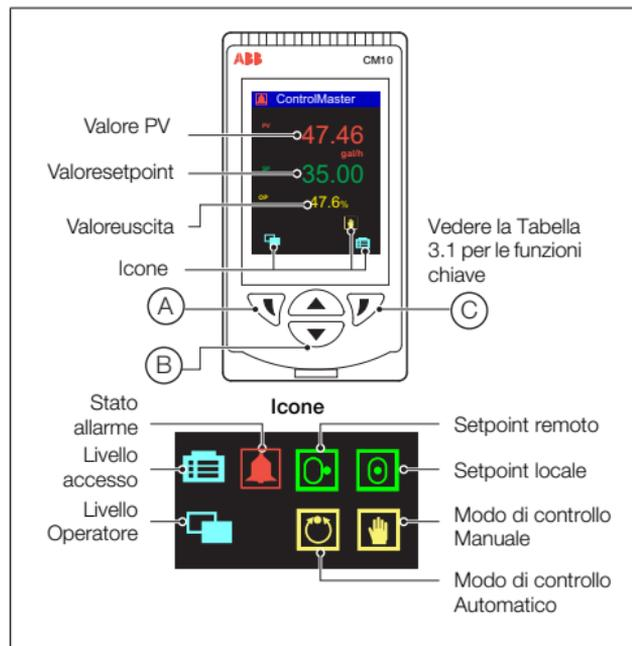

Fig. 3.1 Display e icone di ControlMaster CM10
**Nota.** Nel modo Livello avanzato (configurazione), tenere premuto il tasto  per tornare alla pagina Operatore standard – vedere Fig. 3.1 a pagina 5.